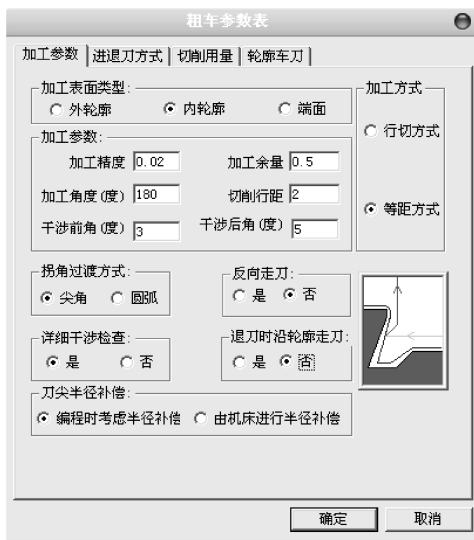
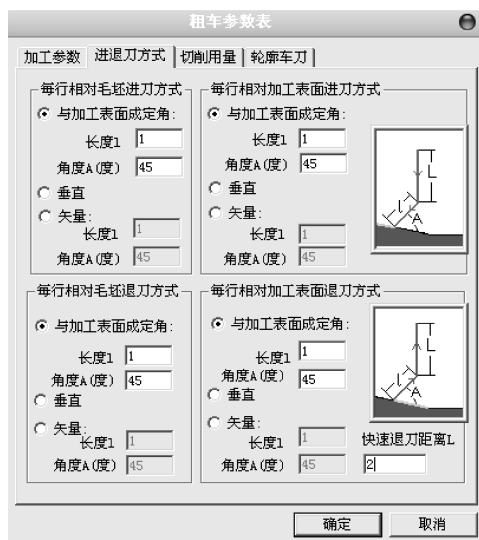
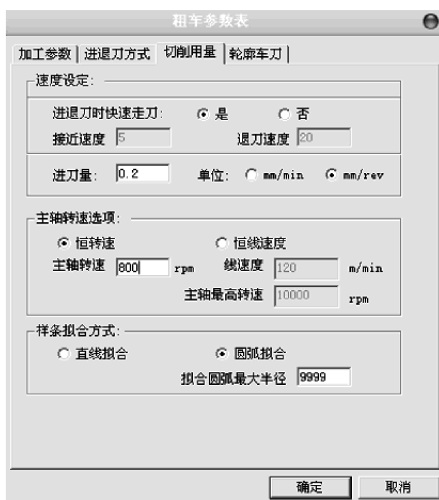
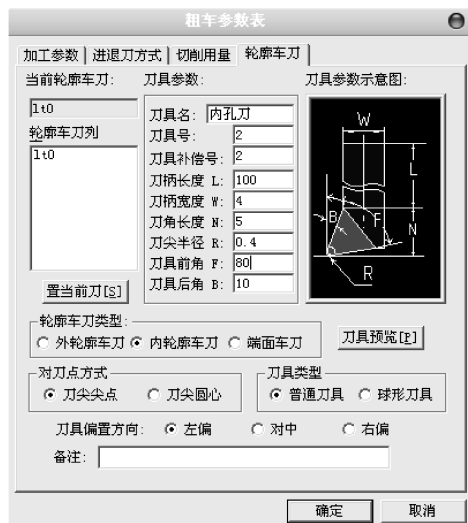

图 8-45 内孔粗车加工参数设置
图 8-46 内孔粗车进退刀方式参数设置
图 8-47 内孔粗车切削用量参数设置
图 8-48 内孔粗车轮廓车刀参数设置
1) 在菜单栏中选择【数控车】→【轮廓粗车】命令,或者单击【数控车】工具栏中的按钮,系统弹出【粗车参数表】对话框,单击【加工参数】选项卡,设置的参数如图 8-45 所示;单击【进退刀方式】选项卡,设置的参数如图 8-46 所示;单击【切削用量】选项卡,设置的参数如图 8-47 所示;单击【轮廓车刀】选项卡,设置的参数如图 8-48 所示,设置完成后单击【确定】按钮。